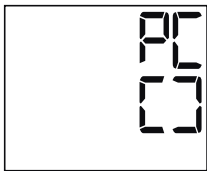

Fig. 1
- Avviare la trasmissione dei dati nel software per PC "medi. connect". Durante la trasmissione dei dati sul display viene visualizzata un'animazione. La riuscita della trasmissione dei dati viene rappresentata sul display del misuratore di pressione come raffigurato nella Fig. 1.